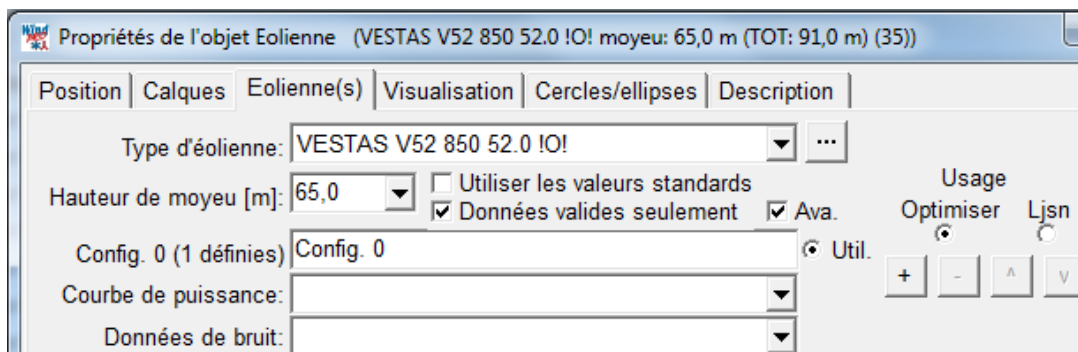

Figure 39
- Dans les *Propriétés de l'objet Eolienne*, décochez l'option *Utiliser les valeurs standards* et cochez l'option *Ava.(ncé)* pour faire apparaître les *Usages Optimiser* et *Ljsn*, voir Figure 39. Le mode *Ljsn* est décrit dans le chapitre consacré à DECIBEL dans la section 4, il n'est pas utilisable avec OPTIMISATION.